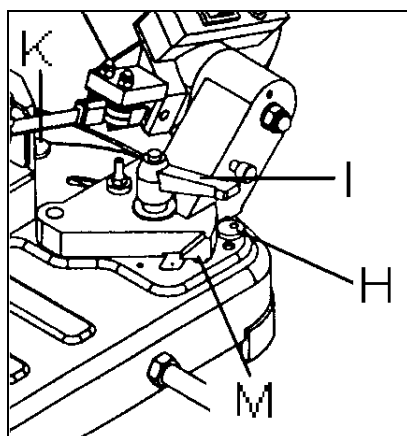

Fig 8
Relâcher la manette indicatrice (I, Fig 8) et tourner le bras de scie en fonction de la graduation (M).